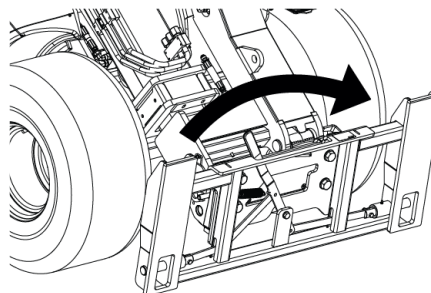

Bild 1: Låsstift
- a) Dra manöverspaken till öppet läge, såsom visas på bild 1.